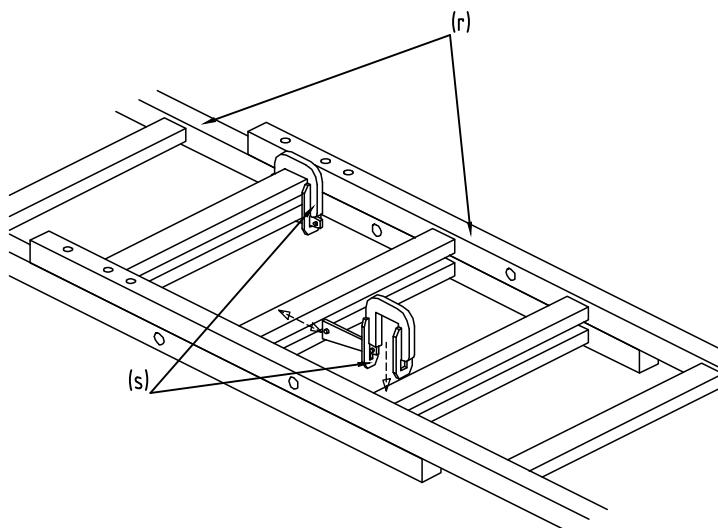

Fig. 13
- 13 Relier en diagonale les échelles (r) avec les crapauds de blocage de l'échelle (s). Extraire à cet effet la cale, guider le crapaud de blocage de l'échelle sur 2 barreaux puis enfoncer la cale. Les échelles doivent se chevaucher sur au moins 2 barreaux, soit 0,5 m (voir fig. 13).